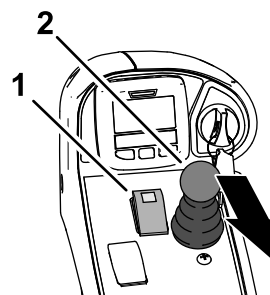

Bild 46
1. Schalten Sie den Zapfwellenschalter in die AUSKUPPELN-Stellung (Bild 46).